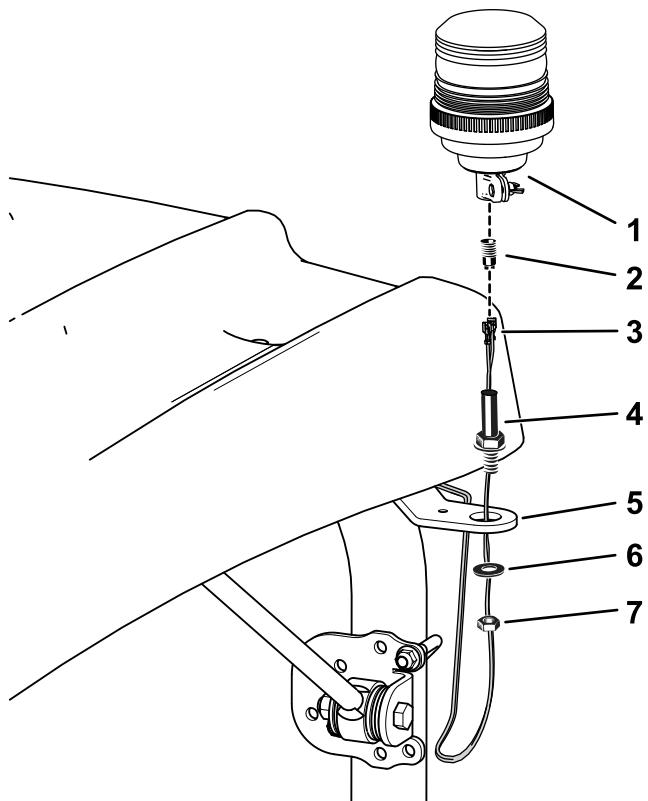

**Bild 9**
4. Schließen Sie die freien Anschlüsse am Kabelbaum der Rundumleuchte an die Kabelschuhe der Rundumleuchtenfassung an (Bild 9).